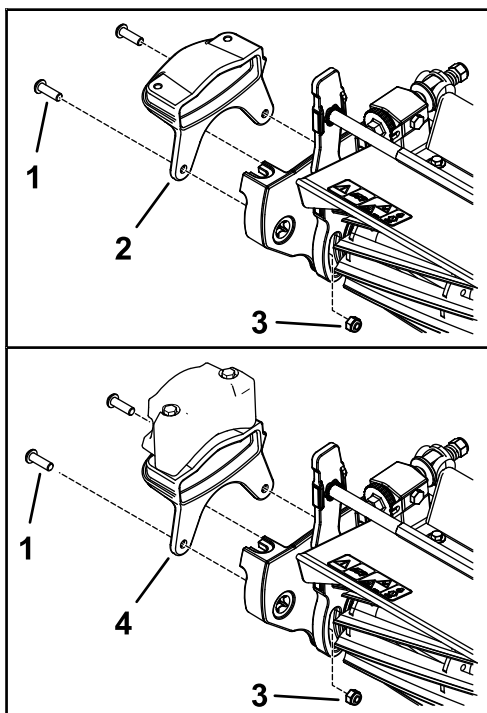

Figura 10
1. Fissate la nuova zavorra al lato dell'apparato di taglio utilizzando 2 bulloni (5/16") e 2 dadi (5/16") come illustrato nella Figura 10.